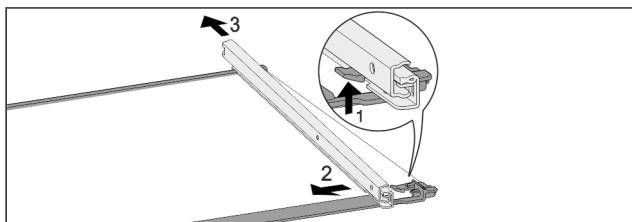

Fig. 122 Стъклена плоча с релси
- Натиснете нагоре предните фиксиращи палци. Fig. 122 (1)
- Пълзнете изтеглящата релса настрани Fig. 122 (2) и назад Fig. 122 (3).